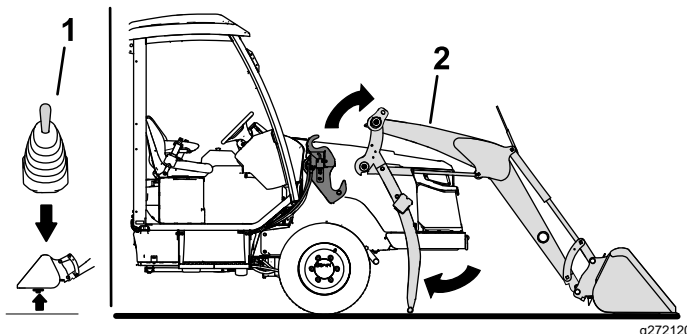

Figura 48
4. Utilice el joystick de la cargadora para elevar los brazos de carga fuera de los soportes del bastidor de la cargadora (Figura 48).